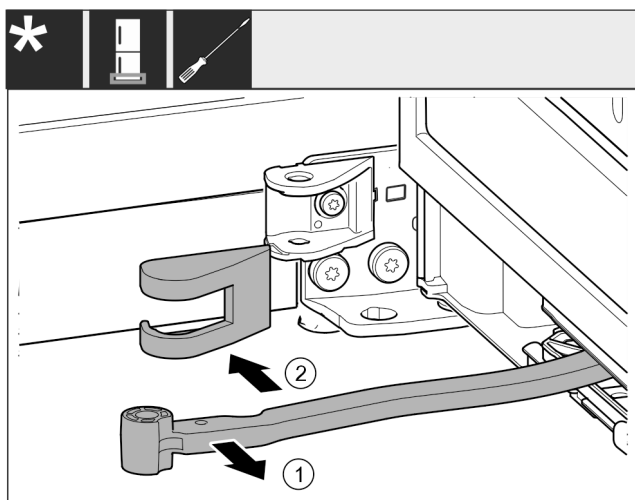

Fig. 16
- ▶ Rotiți articulația în direcția ușii. Fig. 16 (1)
- ▶ Îndepărtați apărătoarea suporturilor de lagăr. Fig. 16 (2)